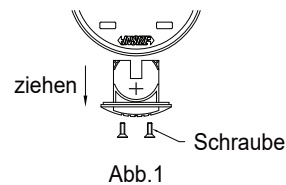

Abb.1
---Entfernen Sie die Batterieabdeckung, indem Sie die Verriegelungsschrauben der Batterieabdeckung entfernen (Abb.1).